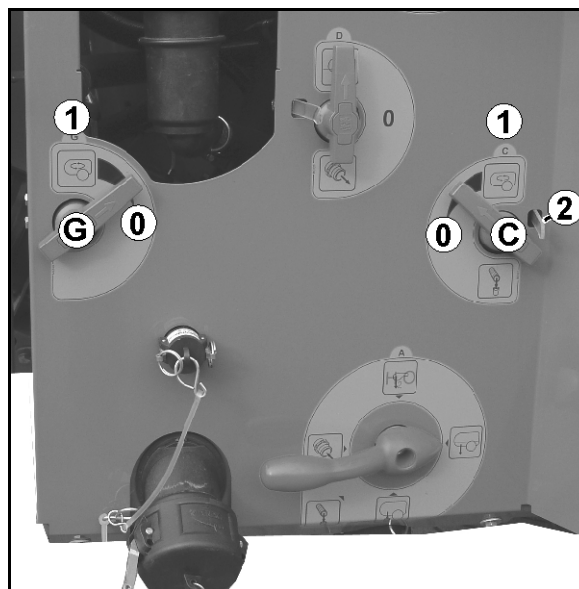

Fig. 46
Picior de sprijin cu manivelă (Fig. 46/1):
1. Desfaceți șplintul (Fig. 46/2).
2. Scoateți bolțul (Fig. 46/3).
3. Ridicați / coborâți piciorul de sprijin prin intermediul mânerului. (Fig. 46/4)
5. Cu manivela (Fig. 46/5)